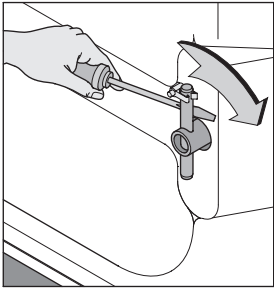

Bild 1
Die Transportsicherung unbedingt vor der Inbetriebnahme entfernen (Bild 1 - 3), sonst muss während des Betriebes mit Schäden am Gerät gerechnet werden.
- **Beide** Stangen aus der Verankerung lösen und herausziehen (Bild 1 und 2)